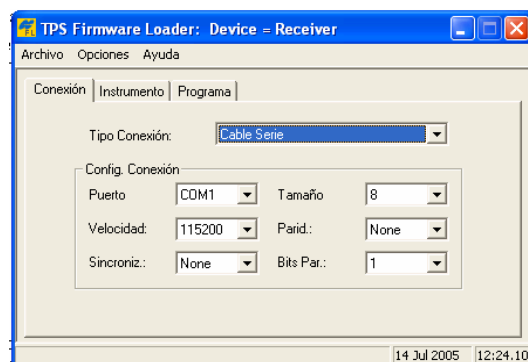

Figura 3-21. pantalla Principal de FLoader
2. Conecte el receptor y el ordenador empleando un cable RS232 o USB y active FLoader (Figura 3-21).
3. En la pestaña *Conexión*, seleccione el puerto COM en su ordenador que conecta con su receptor y seleccione su velocidad (habitualmente 1152000) (Figura 3-21).